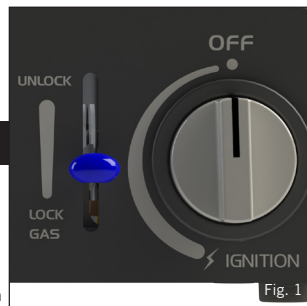

Fig. 1
- Kontrollera att manövratten är i avstängt läge och att spaken är inställd på "upplåsning" (se bild 1).
- Lås patronen på plats genom att flytta spaken till läget "låsgas" (se bild 1).
- Lås upp patronen genom att flytta spaken till "upplåsning" -läget (se bild 1).
- Om du vill tända apparaten för hand, håll en låga intill brännaren med hjälp av en grilltändare och vrid apparatens reglervrede långsamt moturs tills brännaren tänds (Fig. 1).